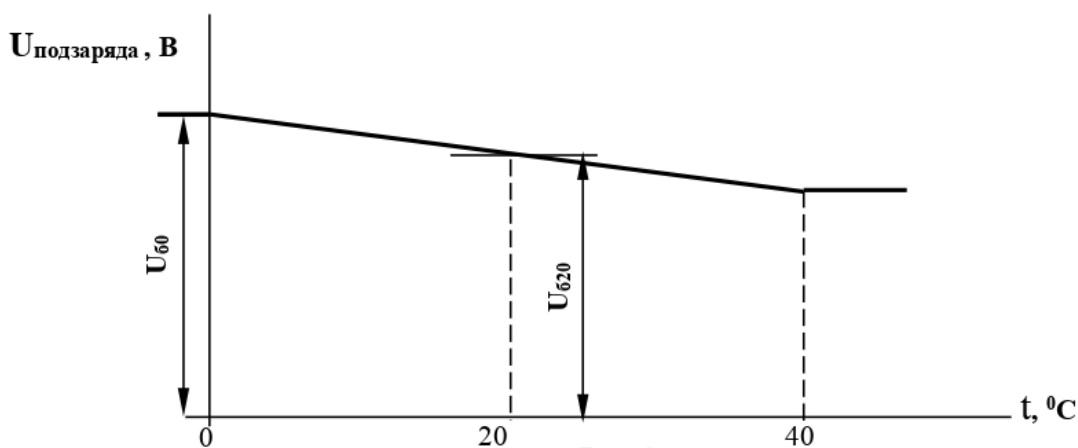

Рис. 1
- В ИБЭП обеспечивается корректировка напряжения постоянного подзаряда в зависимости от температуры окружающей среды в соответствии с ниже приведённой характеристикой (рис.1), которая задается пользователем в меню «УСТАНОВКИ» путем задания напряжений при $0\text{ }^{\circ}\text{C}$ (U_{60}) и $20\text{ }^{\circ}\text{C}$ (U_{620}).